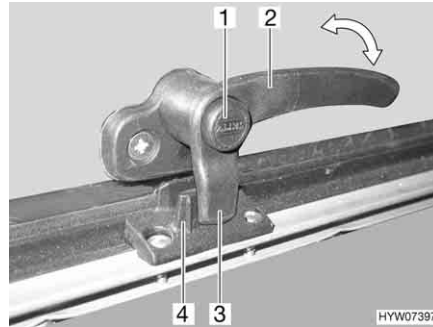
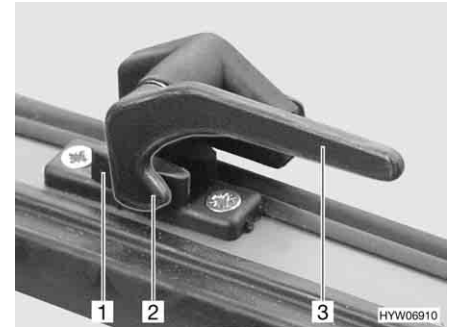

Fig. 51 Levier de verrouillage avec bouton de sécurité en position "Fermé"
Fig. 52 Levier de verrouillage en position "Fermé"
- S'il existe, appuyer sur le bouton de sécurité (Fig. 51,1) et le maintenir enfoncé.
- Tourner le levier de verrouillage (Fig. 51,2 ou Fig. 52,3) d'un quart de tour vers le centre de la fenêtre.
- Tourner le levier de verrouillage (Fig. 51,2 ou Fig. 52,3) d'un quart de tour vers le cadre de la fenêtre. Le tenon de verrouillage (Fig. 51,3 ou Fig. 52,2) du levier de verrouillage repose complètement sur le côté intérieur du verrouillage de fenêtre (Fig. 51,4 ou Fig. 52,1).
- En position "Fermé" (Fig. 51 et Fig. 52)